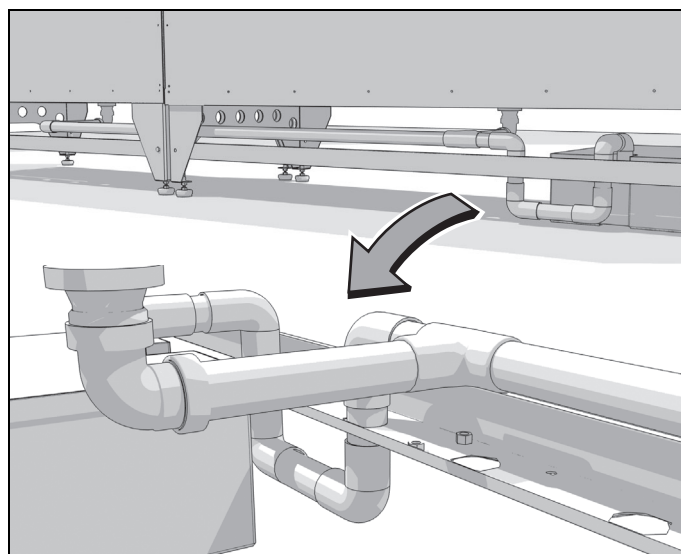

Fig. 4.8: Contenedor de aceite para dos bancos de filtración
- Consulte la Fig. 4.8 para montar un contenedor de aceite que dé servicio a dos módulos de entrada de aire.